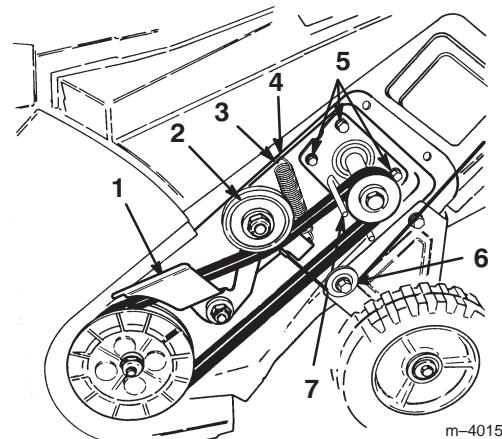

Figure 13
6. Desserrez les quatre écrous de montage du moteur pour permettre au guide-courroie de s'écartez de la poulie d' entraînement et pour pouvoir déposer la courroie (Fig. 13).
13. Vérifiez que l' extrémité la plus longue du ressort est accrochée dans le trou du carter et que l' extrémité arrondie est accrochée au bras de frein (Fig. 13).
14. Elevez l' ensemble bras de frein, serrez la courroie d' entraînement et faites-la passer sous la poulie de tension (Fig. 13).
Important Vérifiez que le câble se trouve bien sur la poulie avant de reposer le carter latéral gauche (Fig. 13).